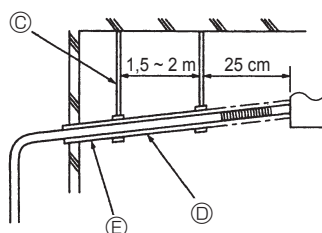

Fig. 8-2
- (4) Säkerställ att dräneringsrörledningen har ett slutningsförhållande som är större än 1/100. (Fig. 8-2)